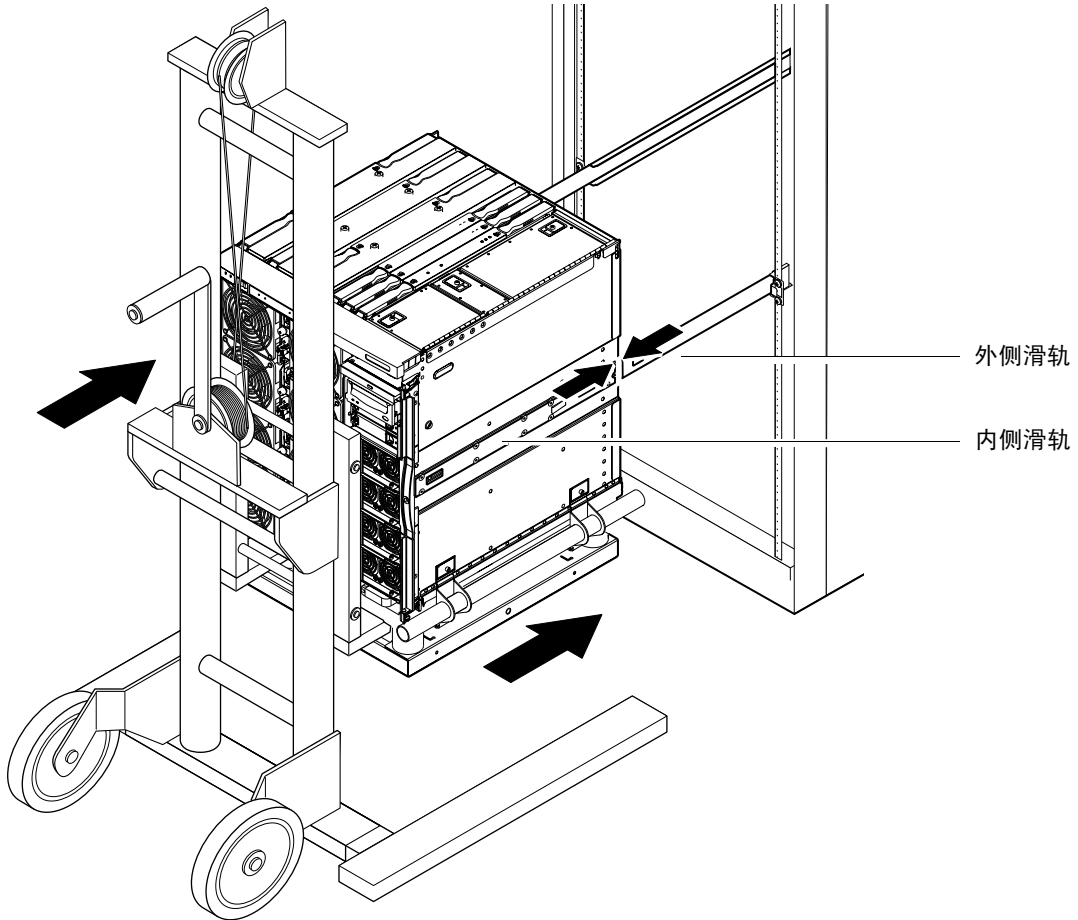

图 1-9 对齐滑轨
6. 小心地向前移动起重设备，直到系统上的内侧滑轨完全卡入机箱上的外侧滑轨（图 1-9）。两侧的锁扣必须闩住，以便锁定滑轨。